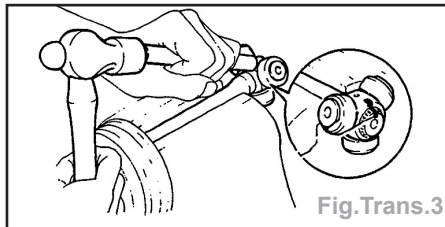

Fig. Trans. 3
- A l'aide d'une barre en laiton ou d'un marteau, déposer le tripode de la transmission (Fig. Trans. 3).